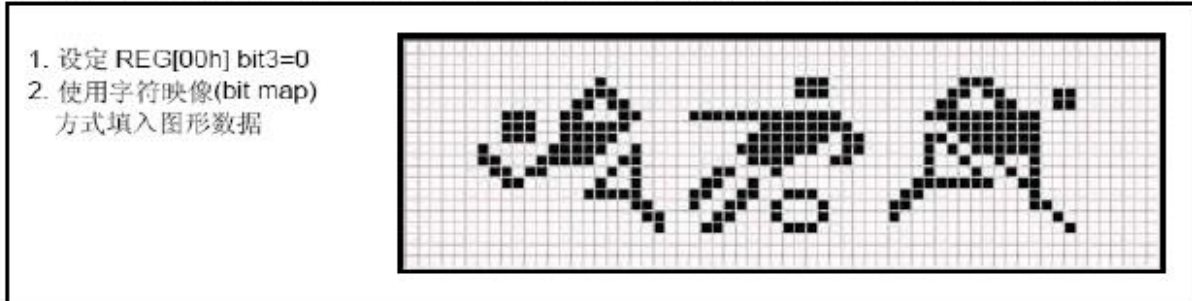

图7.4: 绘图模式的显示
2、绘图模式设定： ZX240128GB 中文图形液晶显示模块是以字符映像 (bit map) 填入图形资料在Display RAM 上, 图7.4 说明进入绘图模式时, 缓存器要如何设定: